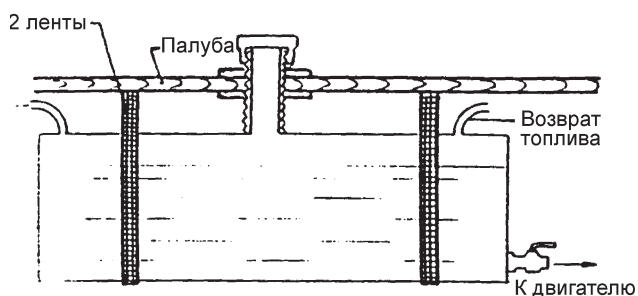

Рис. 2
- Подвешивание бака, объемом до 25 литров см. рис. 2.